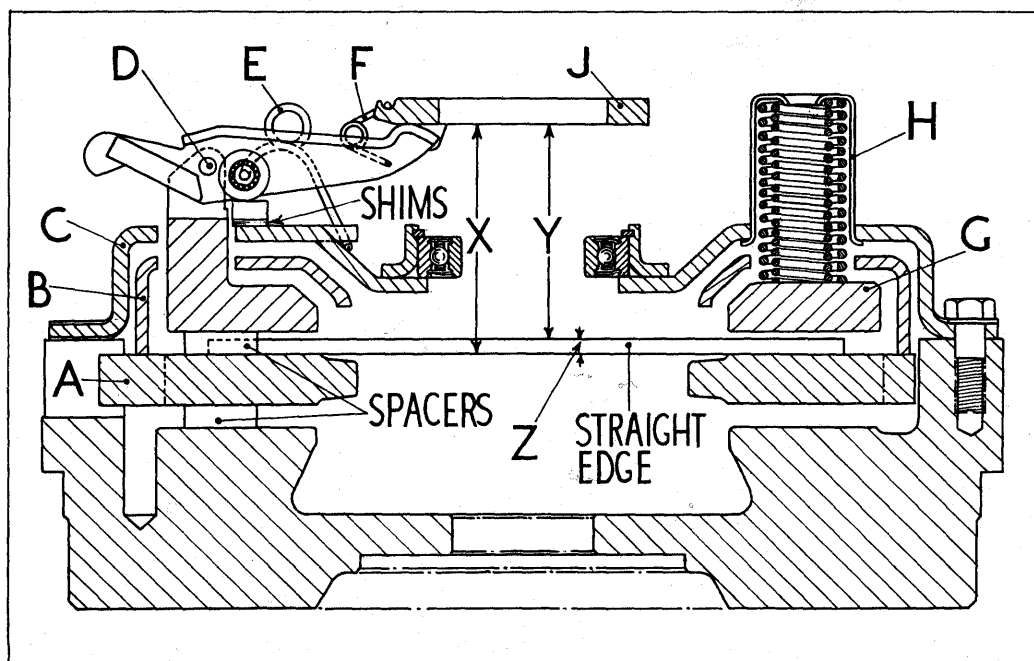

Fig. 18.
Fingerhøjde (afstand fra overfladen på mellemladen til fingrenes trykflader, når koblingen er boltet til svinghjulet og forsynet med 4 stk. 7,874 mm (.31") tykke afstandsstykker i stedet for kraftudtagskoblingens nav og 4 stk. 8,865 mm (.349") tykke afstandsstykker i stedet for kørekoblingens nav - fig. 18)	88,5 mm
3. Aftag trykskiven J fig. 18.
8. For at kunne genindstille koblingen ved samling kræves 6 afstandsstykker 25 mm diameter og 8 mm tykke. Med svinghjulet liggende på filebænken anbringes først 3 afstandsstykker i stedet for kraftoverføringskoblingen. Anbring dem lige indenfor de 3 udsnit i svinghjulet. Anbring mellemtrykpladen ovenpå. Fig. 18.
9. Anbring de 3 andre afstandsstykker ovenpå mellemtrykpladen A lige indenfor udsnittene i svinghjulet. Derefter lægges en retskinne tværs over midten af mellemtrykpladen (se Z fig. 18), og derefter anbringes den yderste trykplade G fig. 18.
11. Anbring fjederskålene H over fjedrene og anbring de 6 lyserøde fjedre samt fjederskåle på koblingsdækslets fjedersæder. Anbring yderste koblingsdæksel C fig. 18 over fjederskåle og fingergafler i overensstemmelse med tidligere anbragte mærker. Spænd skruerne lidt ad gangen krydsvis for at undgå forvridning af koblingsdækslet.
13. Anbring antirasleffjederens (E) sløjfe bag fremspringene på yderste koblingsdæksel C og anbring fjedrenes ender i de tilsvarende huller i rullerne.